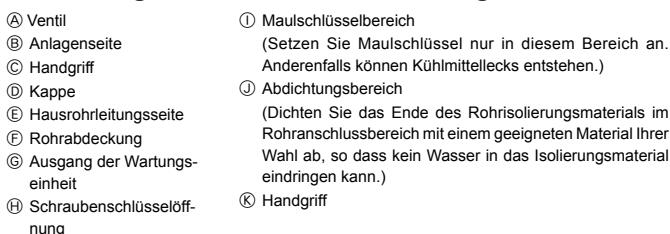

Fig. 4-7
- ② Prüfen Sie, ob das Absperrventil vollständig geöffnet ist, setzen Sie dann die Kappe wieder auf und schrauben sie fest.
- (2) Gasseite des Absperrventils (Fig. 4-7)
- ① Entfernen Sie die Kappe, ziehen Sie den Griff zu sich und drehen ihn zum Öffnen 1/4-Drehung nach links.
- ② Prüfen Sie, ob das Absperrventil vollständig geöffnet ist, drücken Sie den Griff zurück und setzen Sie dann die Kappe wieder auf und schrauben sie fest.